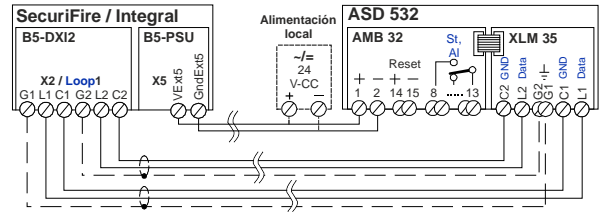

Fig. 39 Conexión desde el XLM 35
- La conexión y el cableado entre el **XLM 35** y la CDI SecuriFire o Integral deben realizarse conforme a la Fig. 39 (L1 con L1, C1 con C1, etc.).